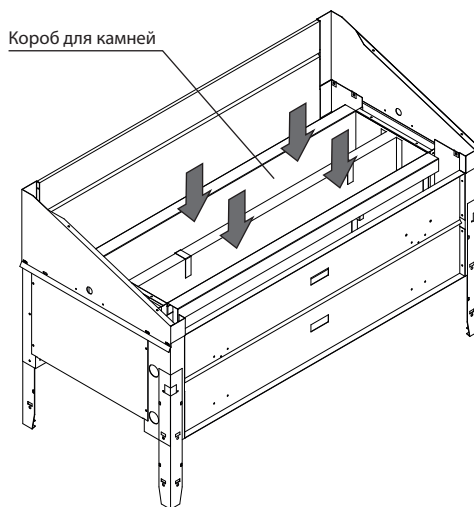

Рис. 4
- Уложите камни в короб печи. Не укладывайте камни слишком плотно, оставляйте зазоры для протока воздуха. Короб вмещает до 75 кг. См. рис. 4.